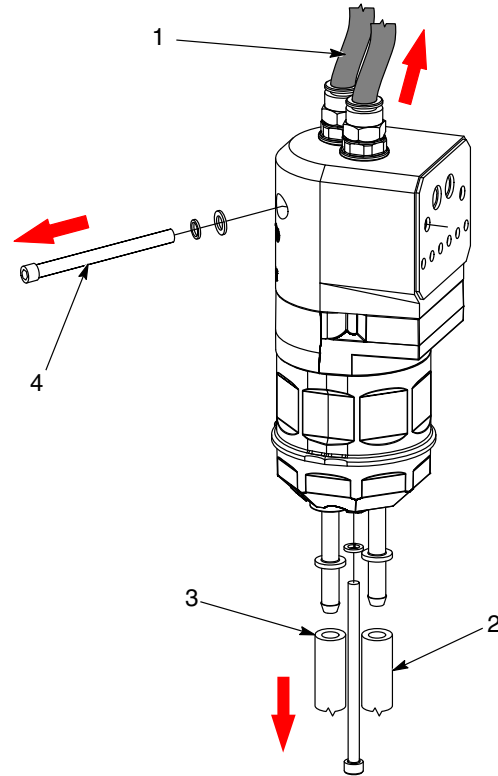

Bild 16 Förberedelse för isärmontering av pump för ombyggnation
1. Se bild 16. Koppla loss slangarna för spolningsluft från ombyggnationspumpens ovansida (1) där det behövs.